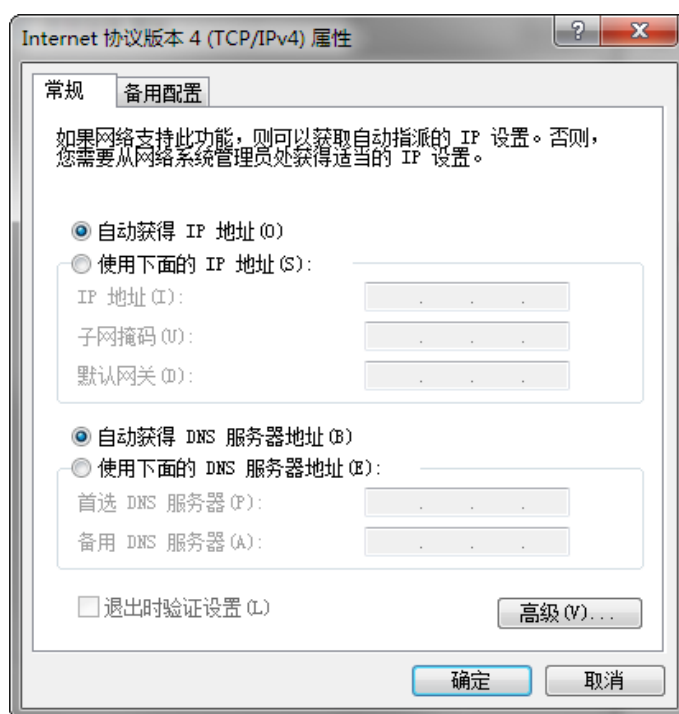

图3-7 本地网卡设置
1. 依次打开电脑上的“控制面板”>“网络和 Internet”>“网络和共享中心”>“更改适配器配置”，选择对应的网卡，将网卡配置成自动获得 IP 地址或手动分配与相机同一网段地址，如图 3-7 所示。